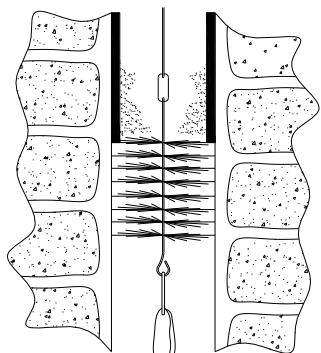

Fig.1
- Una vez desmontado el deflector tenemos acceso a la chimenea. Limpie el conducto de chimenea utilizando para ello un cepillo con una pesa como se describe en la fig.1.